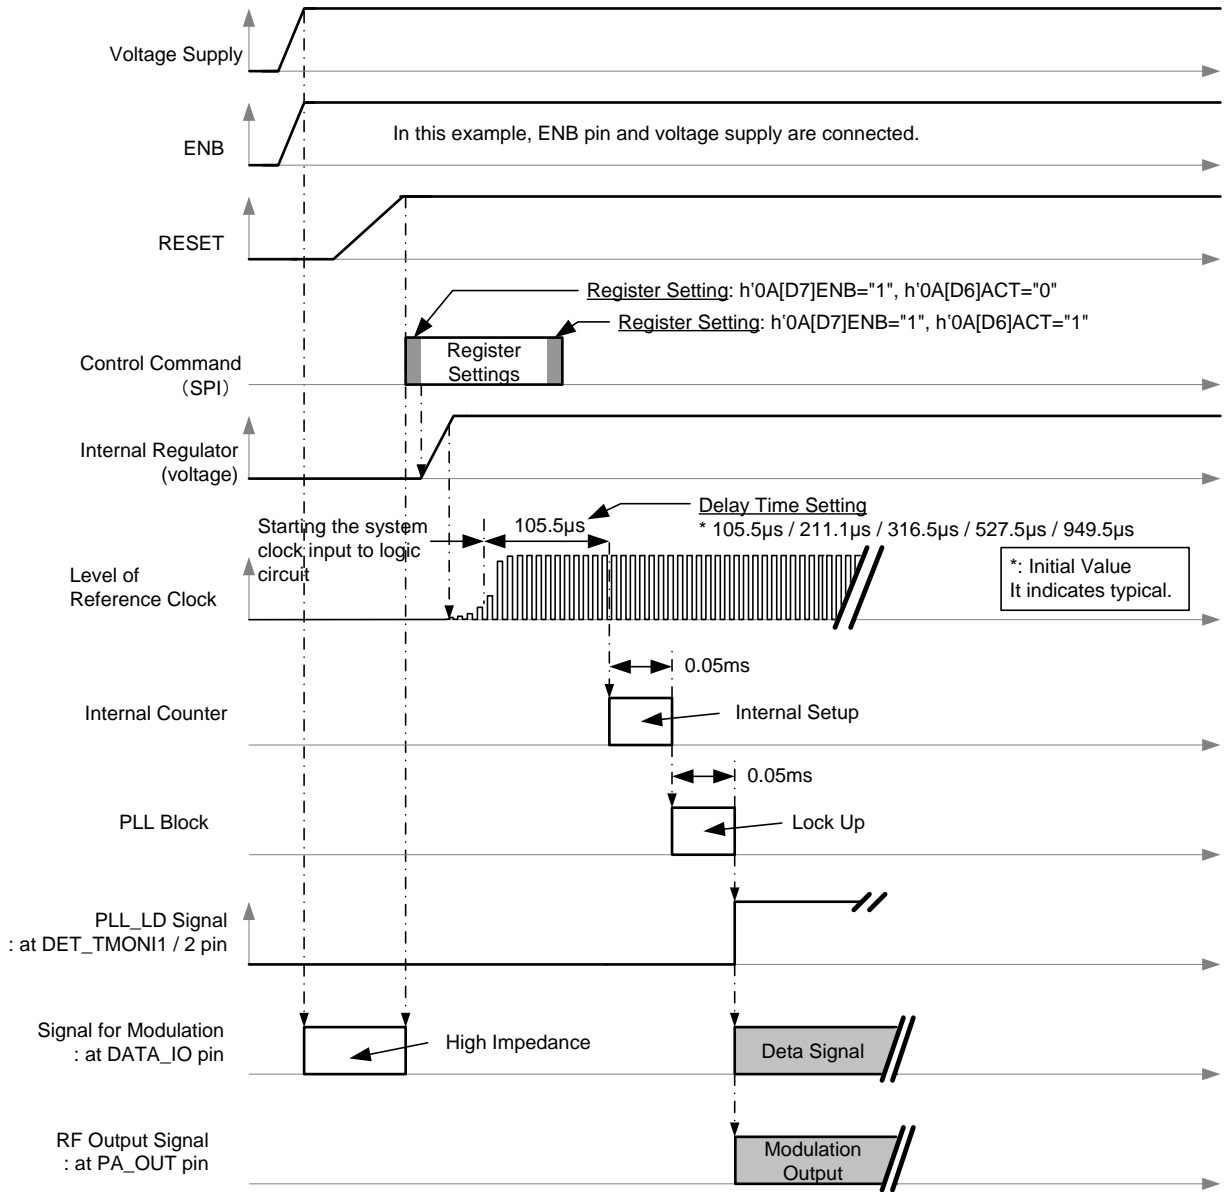

图 6-30 启动顺序时序图示例（SPI 模式/TX）
以下图 6-30 显示了从省电/待机到 TX-Run 的状态转换。
- 为了缩短此 IC 的启动顺序，有一种方法可以不经待机电就转换到运行状态。在使用这种方法时，首先把 ENB 引脚设为“H”， h'0A [D7] ENB = "1" 且 h'0A [D6] ACT = "1"，然后设置其他寄存器。但这样一来，如果内部设置和寄存器设置之间彼此重叠，可能会出现异常运行。为了避免上述情况，可以把 SPI 的速度设置得足够快，达到无法通信的程度，或选择如图 6-30 所述的方法。